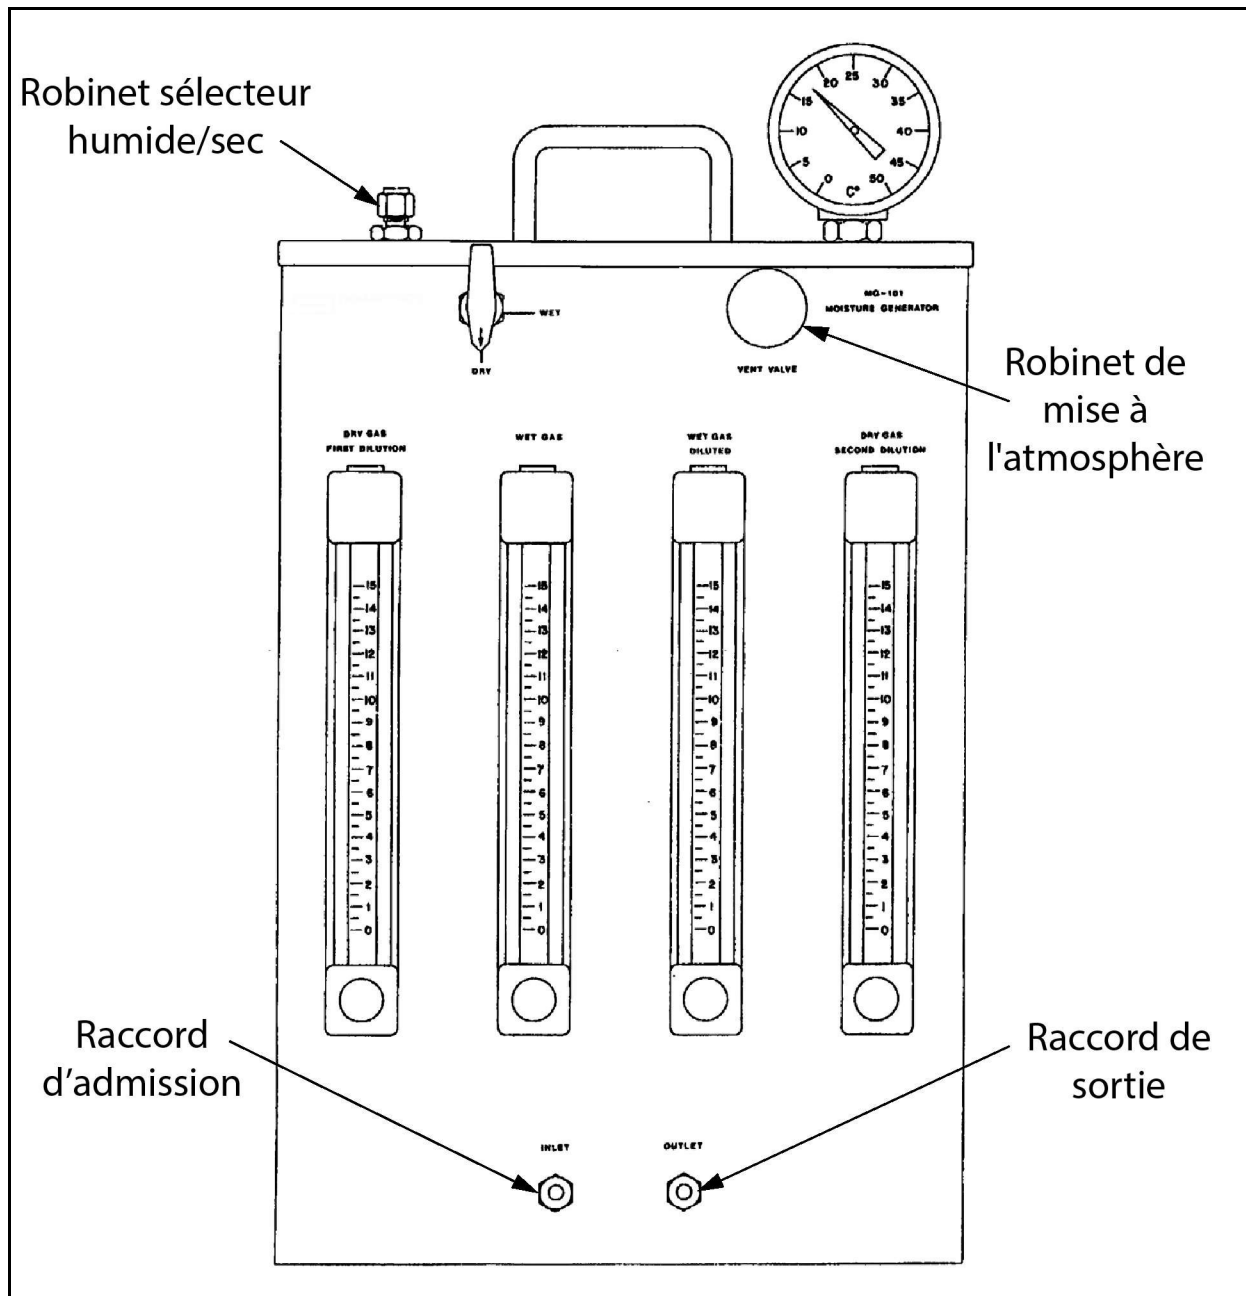

Figure 3: Panneau avant du MG-101
4. Ouvrez *complètement* le robinet de mise à l'atmosphère sur le panneau avant en le tournant dans le sens antihoraire, puis réglez le **ROBINET SÉLECTEUR HUMIDE/SEC** sur humide (**WET**) (voir *Figure 3* ci-dessous).